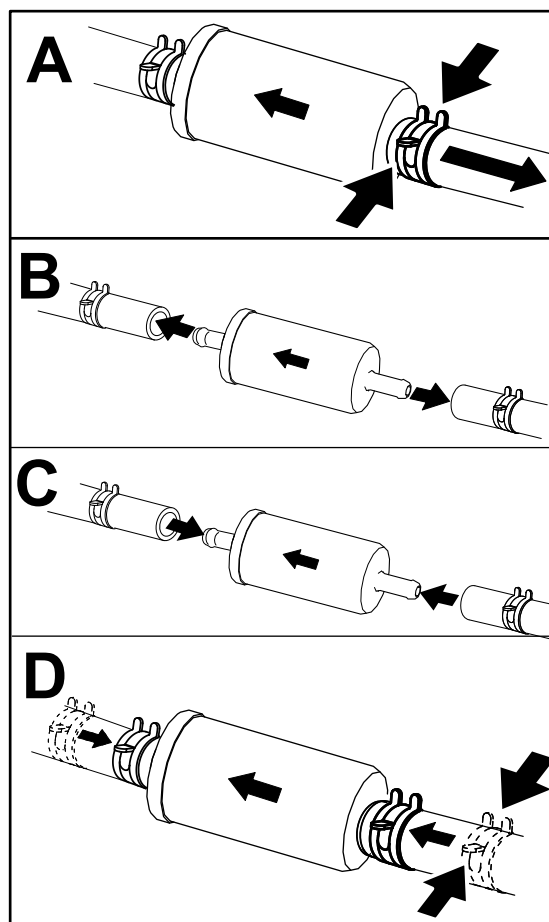

Figure 34
5. Placez un bac de vidange propre sous le filtre à carburant et remplacez le filtre à carburant comme montré à la Figure 34.